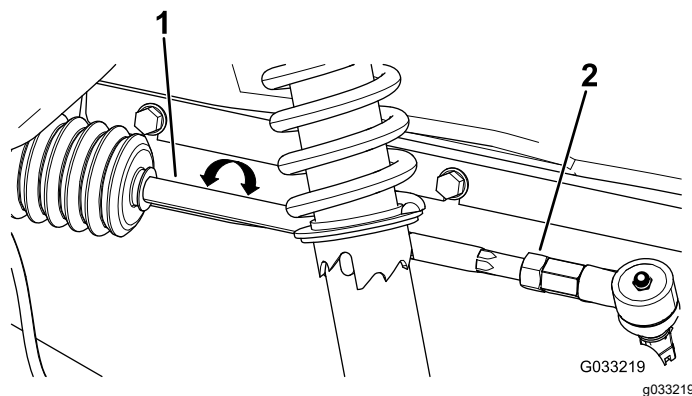

Figura 47
2. Si la distancia no es de 0 a 6 mm (0 a 1/4"), afloje las contratuercas en el extremo exterior de las bielas (Figura 47).